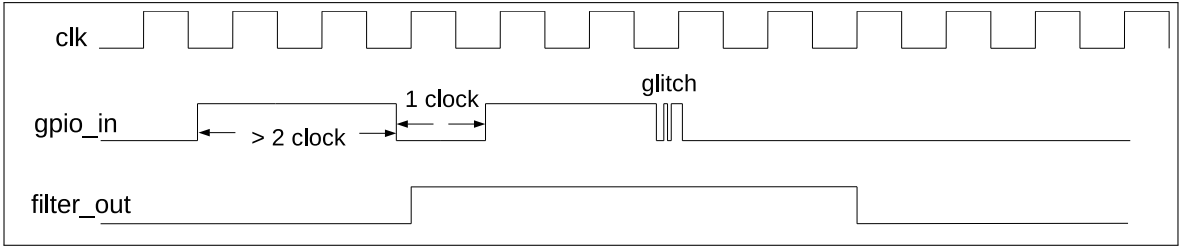

图 5-3. GPIO 输入信号滤波时序图
2. 置位寄存器 `IO_MUX_FILTER_EN` 使能 pad 输入信号滤波，如图 5-3 所示。只有当输入信号的有效宽度大于两个时钟周期时，输入信号才会被采样。否则，输入信号将会被滤掉。